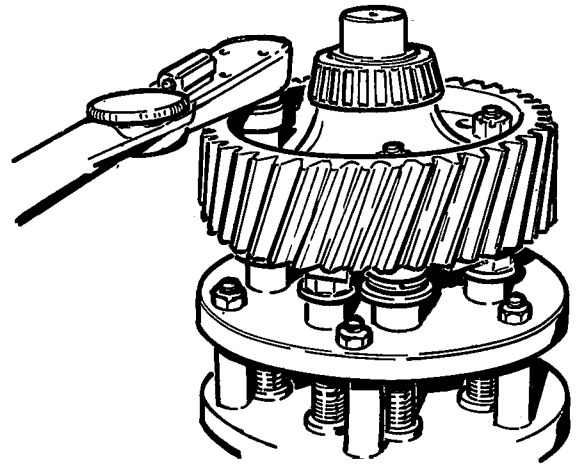

Fig. 21
- Breng het grote tandwiel (34) aan op de satellietenhuishelft (29). Breng de vier bouten (38) met moeren (35) aan. Haal de moeren aan met een aanhaalkoppel van 66 mkg voor droge of 47 mkg voor vette bouten (fig. 21).